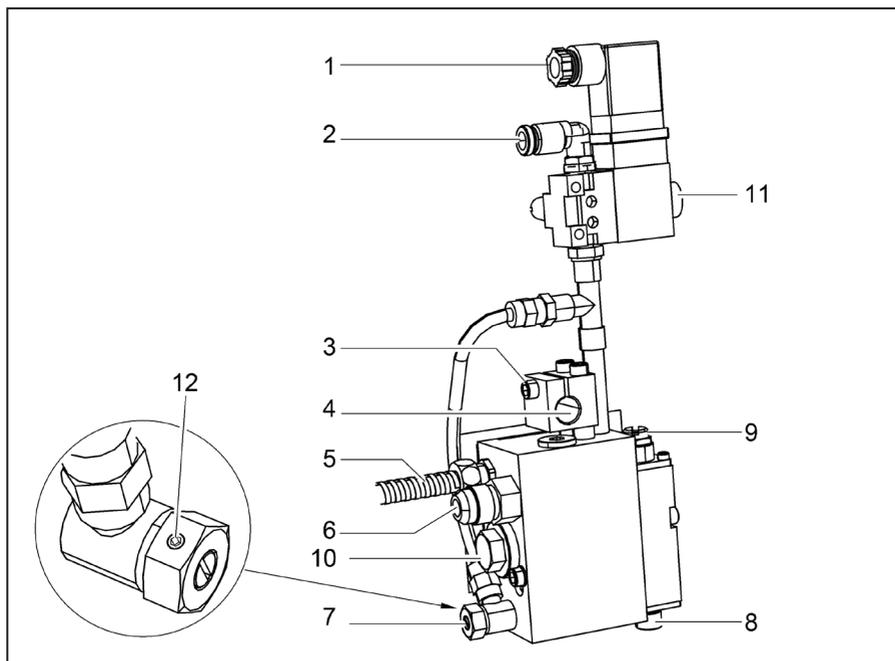

Bild 2: Anschlüsse
1. Schraube (Bild 2/3) mit einem Innensechskant-Schlüssel lösen.
2. Die Öffnung (Bild 2/4) der Klammer über die Halterungsstange 12 mm Ø schieben.
4. Schraube (Bild 2/3) festziehen.
3. Den Stecker des Kabels für die Ansteuerung des Magnetventils (Bild 2/1) aufstecken.
5. Den Steckverbinder am Ende des Kabels (Bild 2/5) mit dem Gegenstecker am heizbaren Schlauch verbinden.
Verbinden Sie die Druckluftzufuhr (Schnellkupplung PK 6) mit dem Anschluss (Bild 2/2).
3. Heizbaren Schlauch mit Anschluss (Bild 2/6) mit Gabelschlüssel (SW 17 oder SW 19) verschrauben. Dabei am Auftragskopf mit Gabelschlüssel SW 18 kontern.
- Konterschraube (Bild2/12) mit Innensechskant 1,5mm lösen.
- Einstellschraube für die Sprühluftmenge (Bild2/7) durch Linksdrehung ganz öffnen (Schlitzschraube).
- Magnetventil manuell ansteuern (Bild2/11), so dass Klebstoff austritt
- Feineinstellung der Sprühluftmenge mit Einstellschraube (Bild2/7) vornehmen.
- Einstellschraube für die Sprühluftmenge (Bild2/7)
- Düsendurchmesser (Bild2/8)